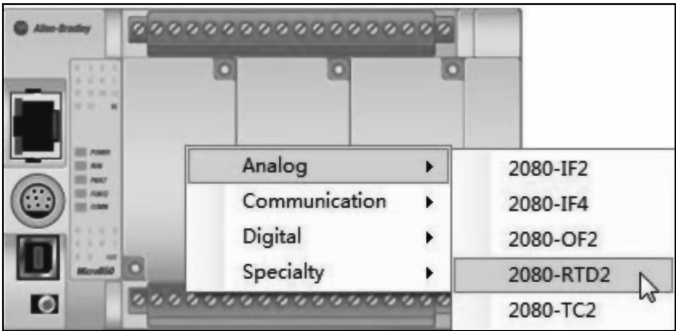

图 8-3 热电阻插件的选择
- 2) 右键单击想要组态的功能性插件插槽，然后选择 2080-RTD2 功能性插件，如图 8-3 所示。